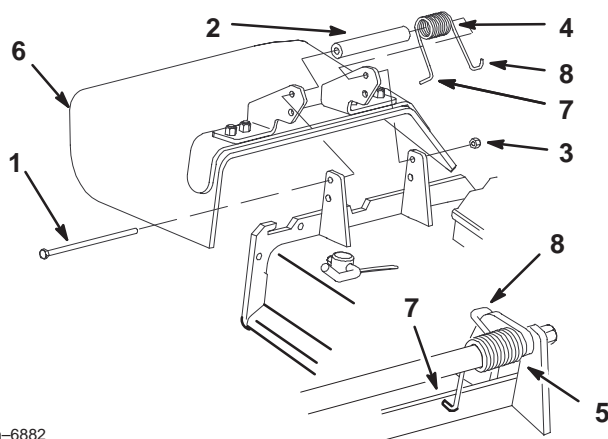

Figure 79
1. Retirez le contre-écrou, le boulon, le ressort et l'entretoise qui fixent le déflecteur aux supports de pivot (Fig. 79). Enlevez le déflecteur s'il est endommagé ou usé.
Remarque : Prenez soin de placer l'extrémité en **L** du ressort derrière le bord du plateau avant de mettre le boulon en place, comme indiqué à la Figure 79.
3. Remettez le boulon et l'écrou. Accrochez l'extrémité crochue en **J** du ressort au déflecteur d'herbe (Fig. 79).